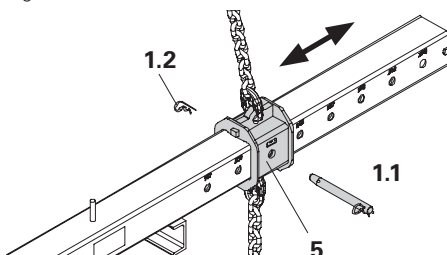

Fig. 10
1. Rimuovere l'inserto a molla (1.2) e il perno d'arresto (1.1). (Fig. 10)
2. Spostare la piastra (5) e regolarla sulla misura richiesta.